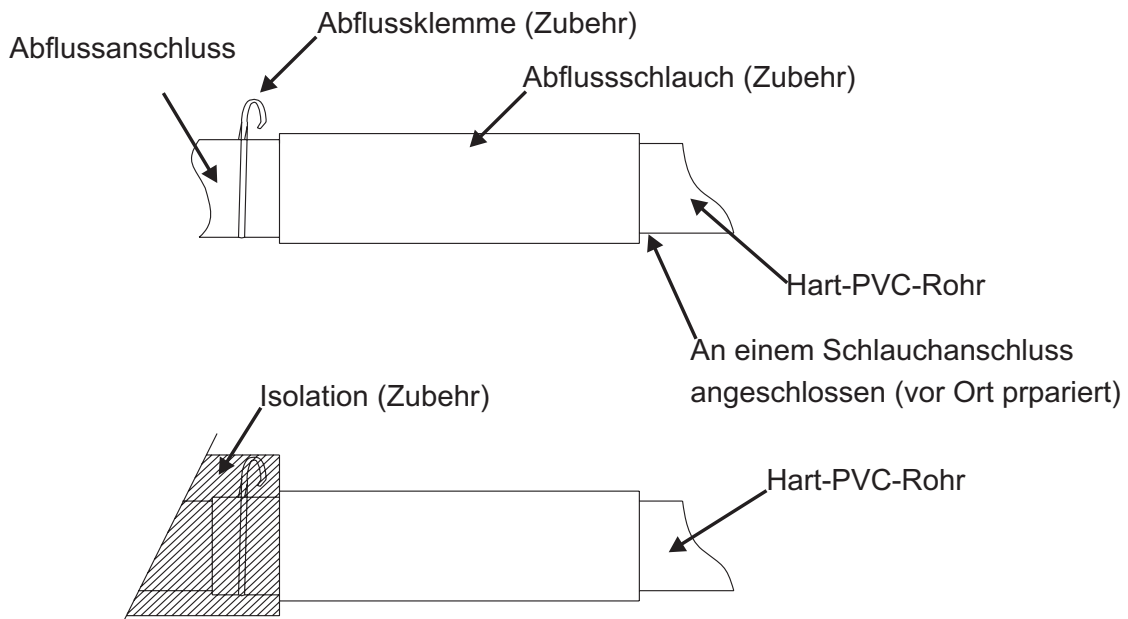

Abb.12
3. Führen Sie den Abflussschlauch ein, bis er gut an der Abflussmündung angeschlossen ist und schließen Sie die Schlauchklemme (Zubehr) fest zu (Abb. 12).
4. Nachdem Sie den Abfluss geprüft haben, umwickeln Sie den Abflussschlauch mit der Isolierung und den Klemmen (Zubehr) . (Abb.12)